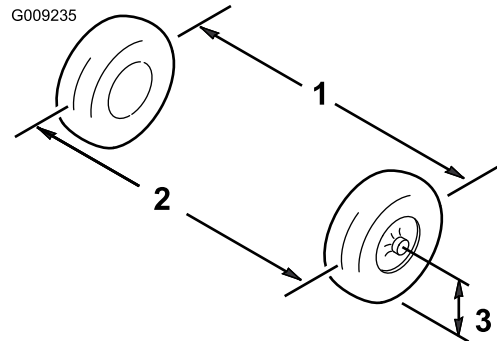

図 54
1. 前輪の前と後ろで、左右のタイヤの中央線間距離を測る計測はアクスルの高さで行う **図 54**。